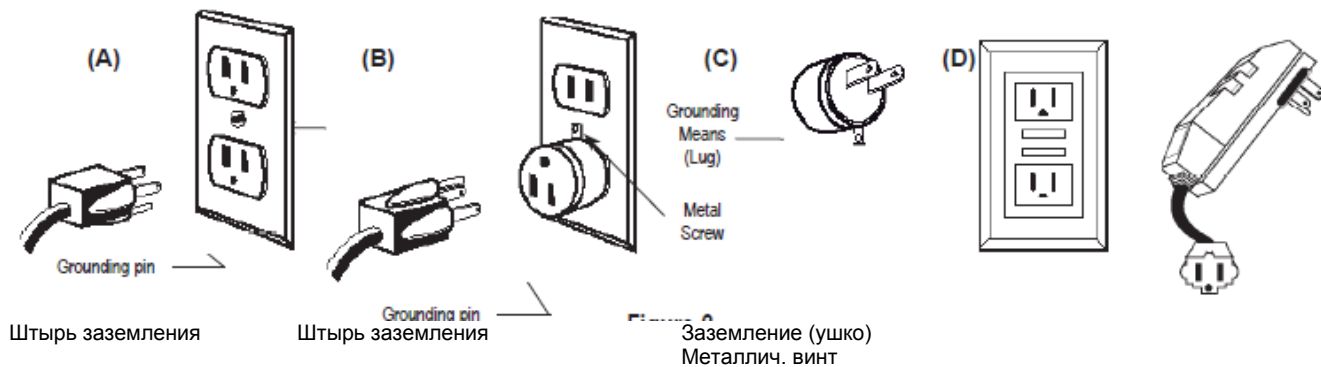

Рис. 2 Методы заземления
Этот плиткорез предназначен для использования в сети питания, которая имеет розетки, которые выглядят так, как показано на Рис. 2. Плиткорез имеет вилку с заземлением, которая выглядит так, как показано на Рис. 2 (A). Временный адаптер, который выглядит так, как проиллюстрировано на Рис. 2 (B) и 2 (C), может использоваться для подключения вилки к двухполюсной розетке, как показано на Рис. 2 (B), если правильно заземленная розетка отсутствует. Временный адаптер может использоваться только до тех пор, пока не будет выполнено заземление квалифицированным электриком. Зеленое ушко или аналогичное ответвление адаптера должно быть подключено к постоянному заземлению, такому как коробка розетки.
Кроме того, водяной насос требует использования Прерывателя сетевого питания (автоматического выключателя) при замыкании на землю. Поэтому при использовании водяного насоса плиткорез должен быть подключен к соответствующим образом смонтированному Прерывателю сетевого питания. См. Рис. 2 (D). Если Прерыватель сетевого питания при замыкании отсутствует, то фирма TYROLIT Hydrostress AG может поставить его в качестве дополнительной принадлежности. Прерыватель сетевого питания при замыкании должен вставляться в соответствующим образом смонтированную и заземленную розетку (см. Рис. 2(E).)